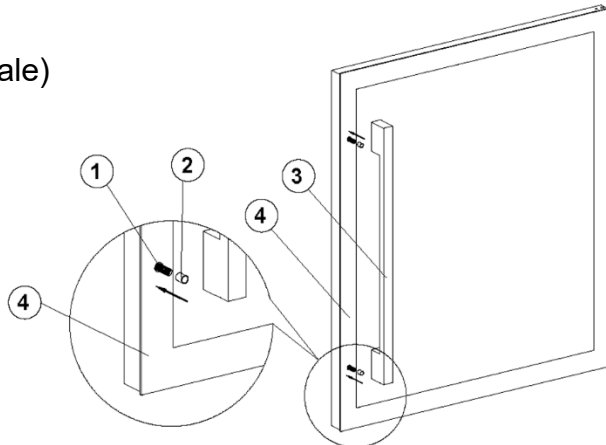

Fig. 1
3. Inserire il coperchio della vite in direzione della freccia (solo per lo sportello interamente in vetro e per lo sportello slim in acciaio inox). Vedere Fig. 1.
- ① Vite
- ② Coperchi delle viti (acclusi alla borsa manuale)
- ③ Maniglia
- ④ Sportello